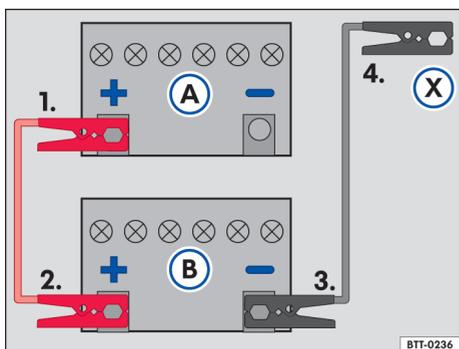

Fig. 178 Esquema para a conexão dos cabos auxiliares de partida: bateria do veículo descarregada (A) e bateria do veículo fornecedora de corrente (B).
Legenda para → Fig. 178:
Conectar o cabo auxiliar de partida somente na sequência 1 – 2 – 3 – 4 → Fig. 178.
- Conectar uma extremidade do cabo auxiliar de partida *vermelho* ao polo positivo (+) do veículo com a bateria do veículo descarregada → Fig. 178 (A) → .
- Conectar a outra extremidade do cabo auxiliar de partida *vermelho* ao polo positivo (+) do veículo fornecedor de corrente (B).
- Conectar uma extremidade do cabo auxiliar de partida *preto* ao polo negativo da bateria do veículo fornecedor de corrente (B).
- Conectar a outra extremidade do cabo auxiliar de partida *preto* (X) no veículo com a bateria descarregada no ponto de auxílio à partida (ponto de aterramento) ou em uma peça de metal parafusada firmemente no bloco do motor – porém não nas proximidades da bateria (A) → .